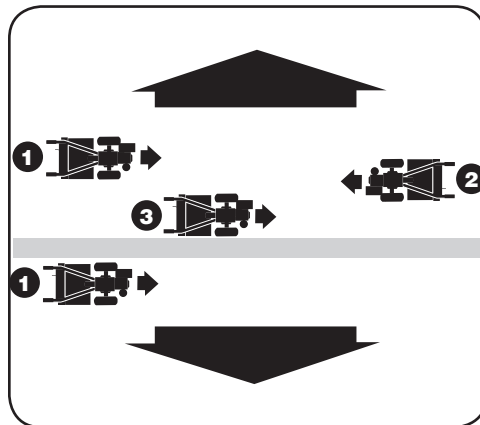

Figura 4-9
- Para crear una terraza, comience en la cima de la pendiente y trabaje hacia abajo. Recorra la primera hilera hacia atrás y hacia adelante como se muestra en la Figura 4-9.